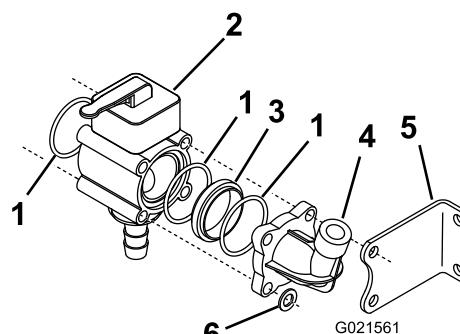

Bild 7
2. Scheibe (2)
6. Gewindestange (4)
9. Schieben Sie Scheiben auf die Stangen, die nicht durch die linke Befestigungshalterung gesteckt sind, und drehen Sie eine Sicherungsmutter auf das linke Ende jeder Stange (Bild 7).
10. Bauen Sie den Verteiler des manuellen Ventils zusammen; verwenden Sie das manuelle Ventil, einen O-Ring, einen Adapter (aus den lose mitgelieferten Teilen), und den vorher entfernten Druckmanometeranschluss (Bild 7).
12. Bringen Sie eine Scheibe und zwei Klemmmuttern am rechten Ende jeder der vier Gewindestangen an, um den reduzierenden Adapter am Auslegersicherheitsventil zu befestigen (Bild 7).